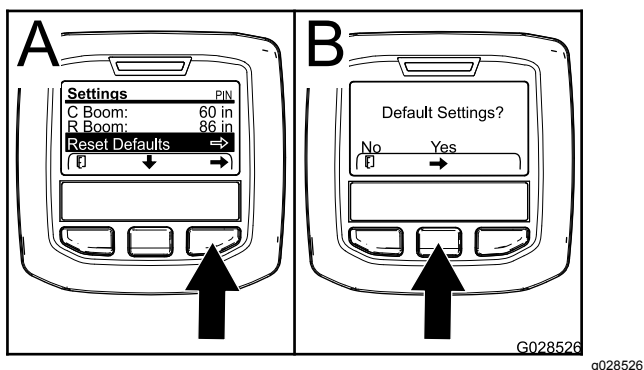

Figura 28
- Pulse el botón de selección central para ir a la opción Restablecer ajustes predeterminados (Figura 28).
- En la pantalla Ajustes predeterminados, pulse el botón de selección izquierdo para No o el botón de selección derecho para Sí (Figura 28).